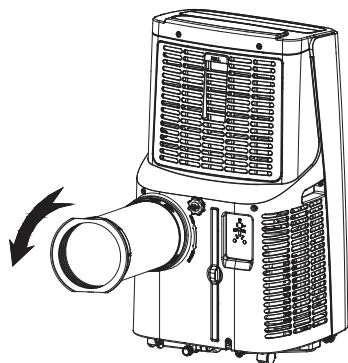

Figura 1
- Inserire il gruppo tubo di calore (estremità del giunto di scarico) nell'apertura di ventilazione sul pannello posteriore (spingere verso sinistra) e completare il montaggio (come mostrato nella Figura 1).